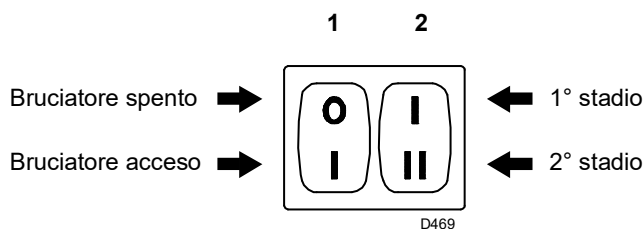
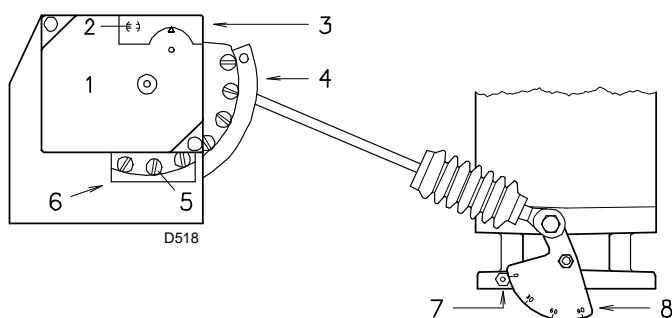

Fig. 22
Fig. 23
- l'interruttore 1)(Fig. 22) in posizione "BRUCIATORE ACCESO";
- l'interruttore 2)(Fig. 22) in posizione "1° STADIO".
Nella descrizione che precede abbiamo lasciato il bruciatore acceso, funzionante in 1° stadio. Mettere ora l'interruttore 2)(Fig. 22) in posizione 2° stadio: il servomotore aprirà la serranda aria e, contemporaneamente, aprirà pure la farfalla del gas a 90°.
Variare in progressione il profilo finale della camma 3)(Fig. 23) agendo sulle viti 5).
Mettere l'interruttore 2)(Fig. 22 a pag. 23) in posizione 1° stadio: il servomotore 1)(Fig. 23) chiuderà la serranda aria e, contemporaneamente, chiuderà pure la farfalla del gas fino a 15°, cioè fino alla regolazione fatta in fabbrica.
- Se bisogna aumentarla, passare in 2° stadio azionando l'interruttore 2)(Fig. 22 a pag. 23) ed aumentare un poco l'angolo della leva arancio con piccoli spostamenti successivi, cioè portarsi dall'angolo 15° a 17° - 19°....
Variare in progressione il profilo iniziale della camma 3)(Fig. 23) agendo sulle viti 4). Possibilmente non ruotare la prima vite: è quella che deve portare la serranda dell'aria alla totale chiusura.
Spegnere il bruciatore agendo sull'interruttore 1)(Fig. 22 a pag. 23), ed intervenire sulle viti intermedie della camma in modo che l'inclinazione della camma stessa sia progressiva.